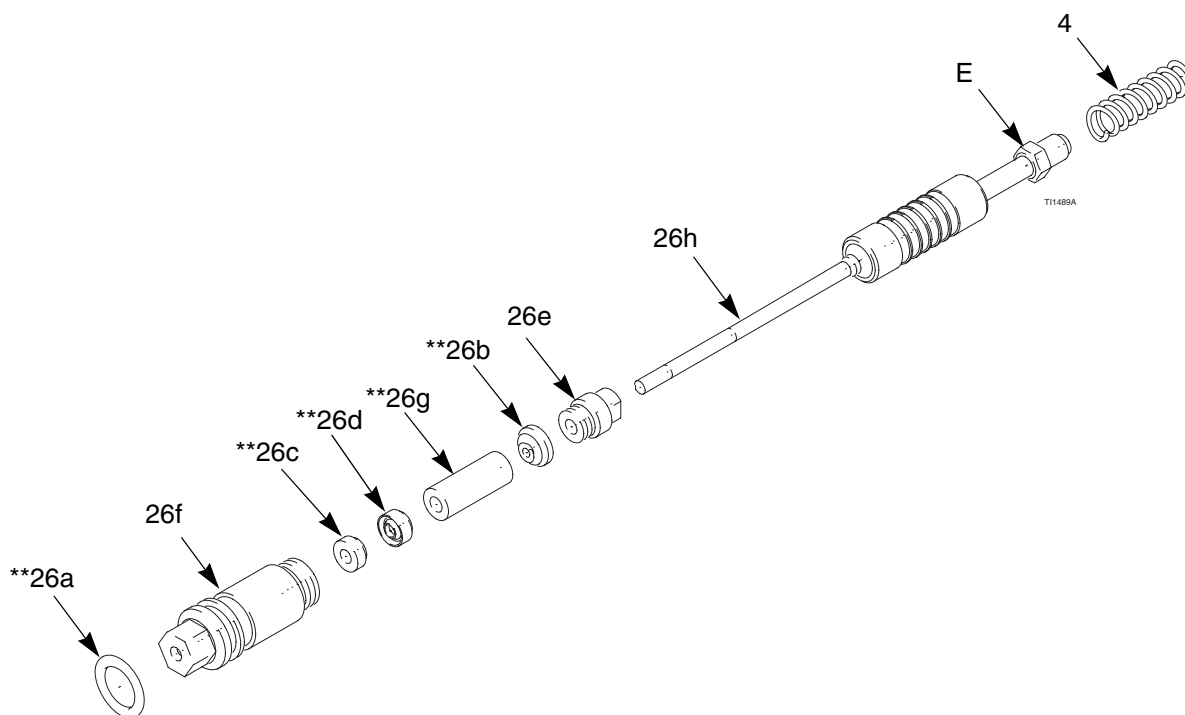

Fig. 14. Aguja
1. Coloque la tuerca prensaestopas (26e) y la junta (26b**) en la aguja (26h). Las partes planas de la tuerca prensaestopas deben estar dirigidas hacia la parte trasera de la aguja de fluido. La junta tórica del sello debe estar dirigida en dirección contraria a la tuerca prensaestopas. Vea la Fig. 14.
2. Llene la cavidad interior del espaciador (26g**) con grasa dieléctrica (40). Coloque el espaciador en la aguja (26h) en la dirección mostrada. Aplique generosamente grasa dieléctrica en la parte exterior del espaciador.
6. Instale el muelle (4) contra la tuerca (E) tal como se muestra.
7. Instale el conjunto de la aguja (26) en el cañón de la pistola. Utilizando la herramienta multiusos (37), apriete el montaje hasta que esté firme.
8. Instale el gatillo (30) y los tornillos (8).